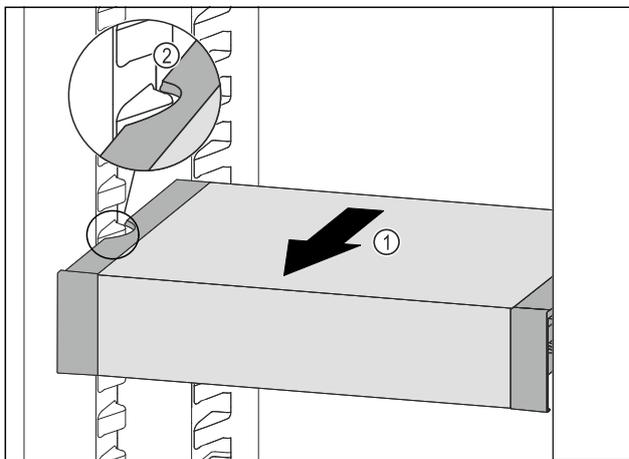

Fig. 61
- Tirare VarioSafe in avanti Fig. 61 (1) fino a quando le cavità laterali di VarioSafe non si trovano al livello della nervatura del contenitore nel vano frigorifero. Fig. 61 (2)